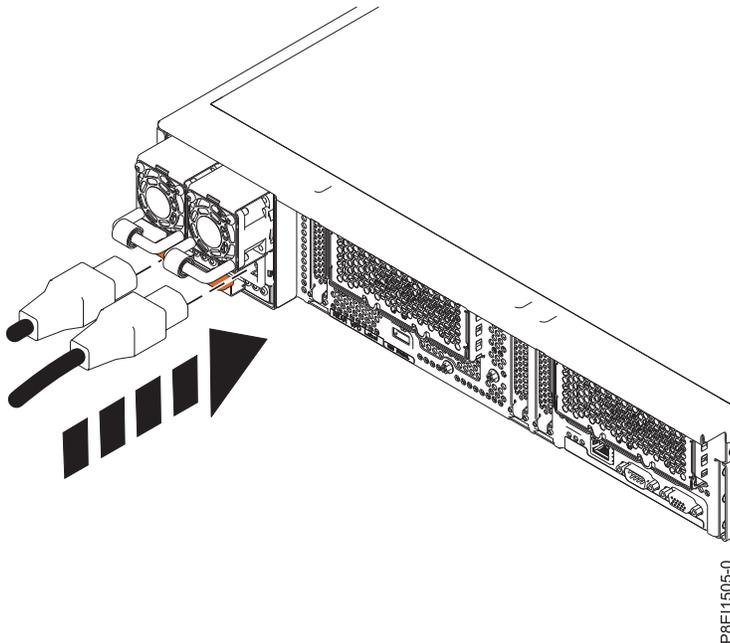

Figura 54. Conexión del cable de alimentación a la fuente de alimentación
- a. Conecte el cable de alimentación a la fuente de alimentación. Consulte la Figura 54 en la página 56.